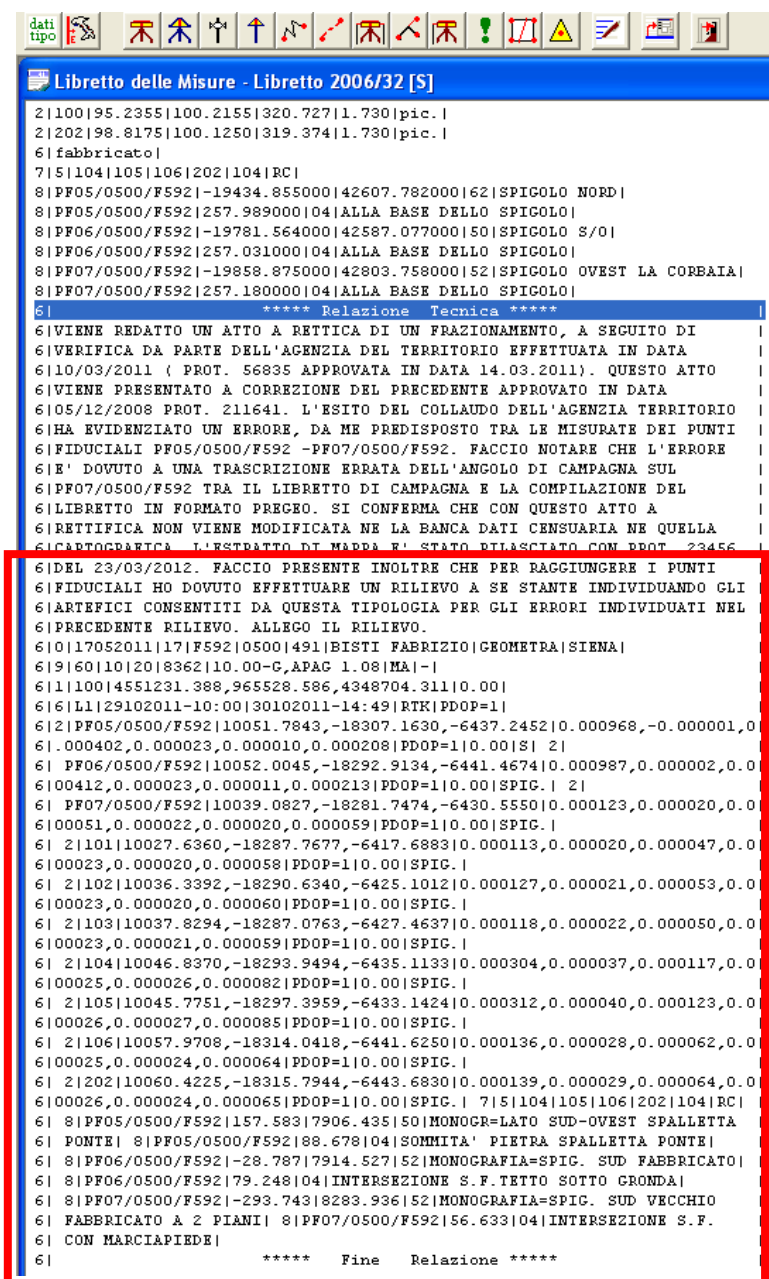

Figura 13
- non deve essere corredato dalla proposta di aggiornamento (Figura 13).